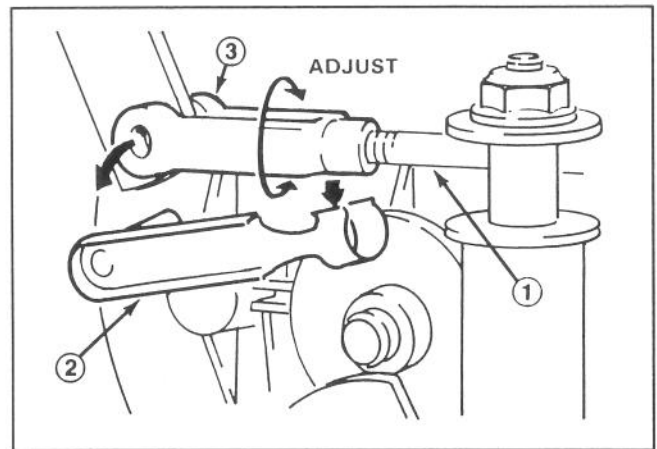

Abbildung 19
14. Das Ende der Deckeinraststange auf der linken Seite des Getriebes ausfindig machen (Abb. 19). Die Gabelkophalterung entfernen und den Gabelkopf zur Verlängerung oder Verkürzung des Gestänges soweit drehen, bis der gewünschte Abstand zwischen Riemen und Laufscheibe realisiert wird.